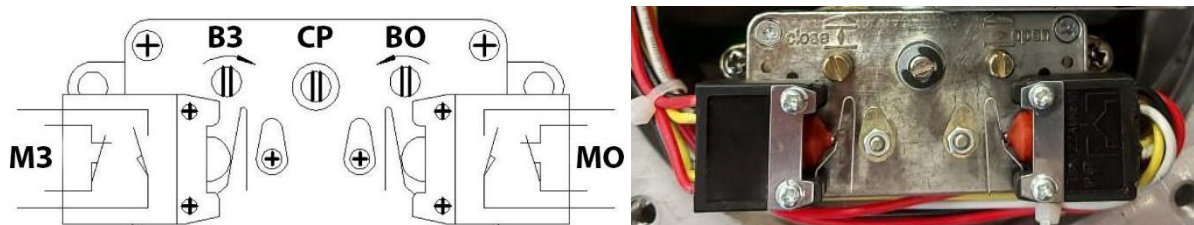

Рисунок 4. Блок концевых выключателей
- 2) Перевести счетчик в сервисный режим, нажав и повернув по часовой стрелке винт сервисного режима (СР). Винт (СР) должен остаться в нажатом положении (рис.4). В случае, если кулачок зажимает контакт микровыключателя положения закрыто (МЗ), необходимо вращать настроечный винт (ВЗ) в направлении, противоположенном стрелке на блоке выключателей, до тех пор, когда кулачок переместиться и отождмет контакт микровыключателя (МЗ).
- 2) Перевести счетчик в сервисный режим, нажав и повернув по часовой стрелке винт сервисного режима СР. Винт (СР) должен остаться в нажатом положении (рис.4). В случае, если кулачок зажимает контакт микровыключателя положения открыто (МО), необходимо вращать настроечный винт (ВО) в направлении, противоположенном стрелке на блоке выключателей, до тех пор, когда кулачок переместиться и отождмет контакт микровыключателя (МО).